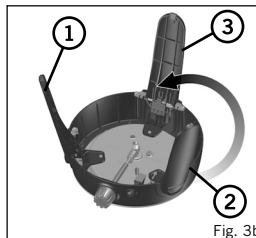

Fig. 3b
- Pour plier les pieds en arrière, tenir solidement le pied et pousser sur la Bride de libération du pied. Ensuite, pousser les pieds vers l'intérieur dans leur position de repos (Fig. 5). Cette opération doit être réalisée dans un ordre chronologique afin d'optimiser l'espace. Commencer par le pied avant droit (1), puis le pied avant gauche (2), et finir par le pied arrière (3) (Fig. 3b).